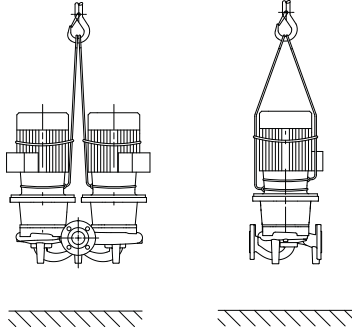

Рис. 6: Транспортировка насоса
- Проушины для транспортировки на моторе служат при этом только для задания направления при захвате груза (рис. 6).